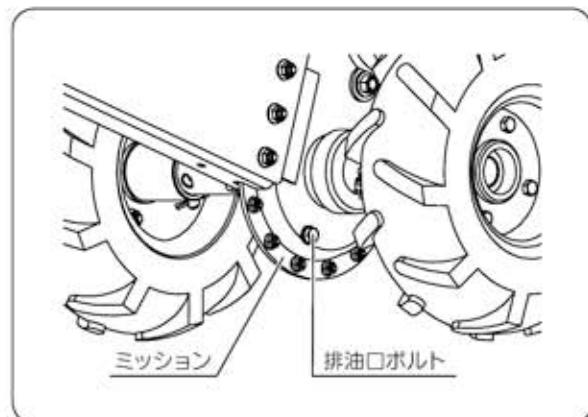

図35
- ② ミッションケース下部にある排油口ボルトを取外して汚れたオイルを流し出してください。 (図35)
- ③ 給油口からミッションオイルをゆっくり給油してください。